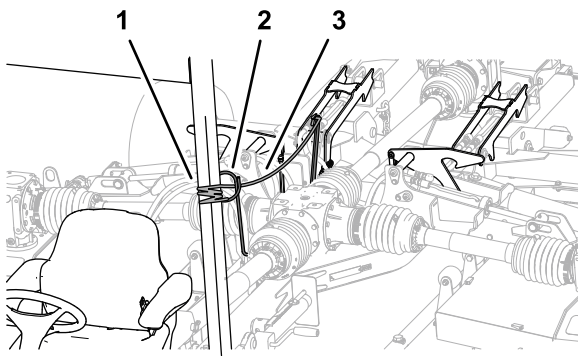

Figure 35
5. Tirez et retenez le cordon de verrouillage des tabliers (Figure 35).